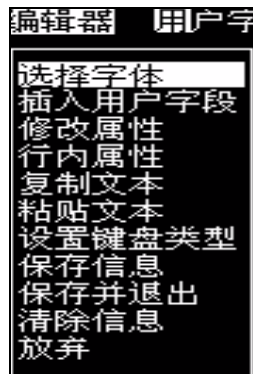

图 5-9: 编辑器菜单
- 1 按下 *Alt+E* 键, 或者按下 *F1*。即会出现 *Editor* (编辑器) 菜单 (请参阅图 5-9)。